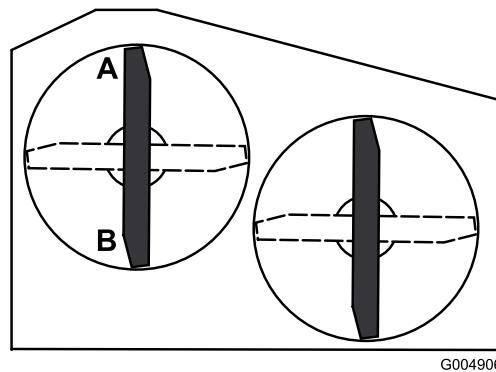

Bild 58
- Stellen Sie ein Messer in Längsrichtung. Messen Sie an den Stellen **A** und **B** von einer ebenen Oberfläche bis zur Schnittkante der Messerspitzen (Bild 58).